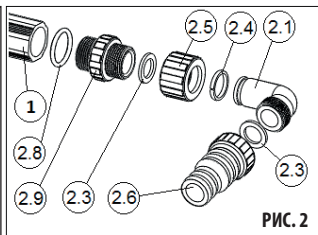
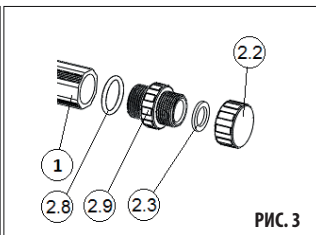

РИС. 2
РИС. 3
- 1) Соберите панель. На трубы солнечной панели навинтите футорки (2.9) с силиконовыми уплотнительными кольцами (2.8). РЕКОМЕНДУЕМ НАНЕСТИ НА ТОРЦЕВУЮ УПЛОТНИТЕЛЬНУЮ ПОВЕРХНОСТЬ ТРУБЫ СОЛЯРНОЙ ПАНЕЛИ (1) ТОНКИЙ СЛОЙ ПРИЛАГАЕМОЙ СМАЗКИ – ТАК ВЫ ИЗБЕЖИТЕ НЕГЕРМЕТИЧНЫХ СОЕДИНЕНИЙ. После этого на футорки установите патрубки для присоединения шлангов (РИС. 2) и пробки (РИС. 3). В одной из труб панелей посередине находится пробка – на этой трубе должны быть установлены патрубки для присоединения шлангов, на второй трубе установите пробки.